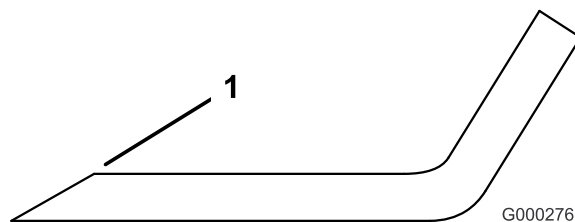

Figura 67
1. Utilize uma lima para afiar a aresta de corte em ambas as extremidades da lâmina (Figura 67). Mantenha o ângulo original. A lâmina manterá o equilíbrio se for retirada a mesma quantidade de material de ambas as extremidades de corte.